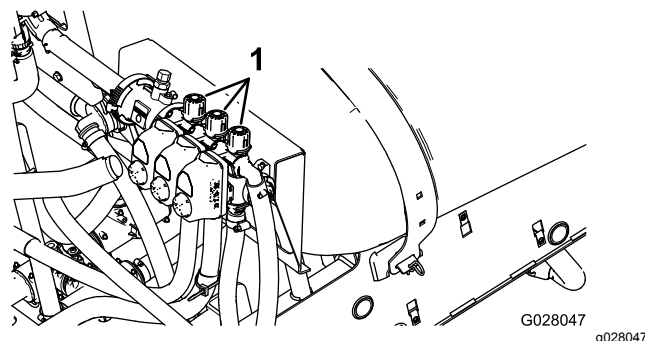

Figure 84
- Désactivez la rampe gauche et réglez la vanne de dérivation de rampe (Figure 84) jusqu'à ce que la pression indiquée corresponde à celle réglée précédemment (généralement 2,75 bar).
- Réglez la vanne de dérivation de la rampe droite (Figure 84) jusqu'à ce que la pression indiquée corresponde à celle réglée précédemment (généralement 2,75 bar).
- Réglez la vanne de dérivation de la rampe centrale (Figure 84) jusqu'à ce que la pression indiquée corresponde à celle réglée précédemment (généralement 2,75 bar).